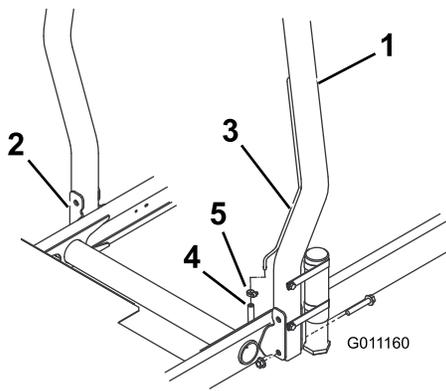

Bild 12
1. Senken Sie den Überrollbügel auf die Befestigungshalterungen der Zugmaschine ab und fluchten Sie die Befestigungslöcher aus. Achten Sie darauf, dass das Entlüftungsrohr am Überrollbügel an der linken Seite der Maschine ist (Bild 12).
- Befestigen Sie jede Seite des Überrollbügels mit zwei Bundkopfschrauben und Sicherungsmuttern an den Befestigungshalterungen (Bild 12). Ziehen Sie die Befestigungen bis auf ein Drehmoment von 81 N·m an.